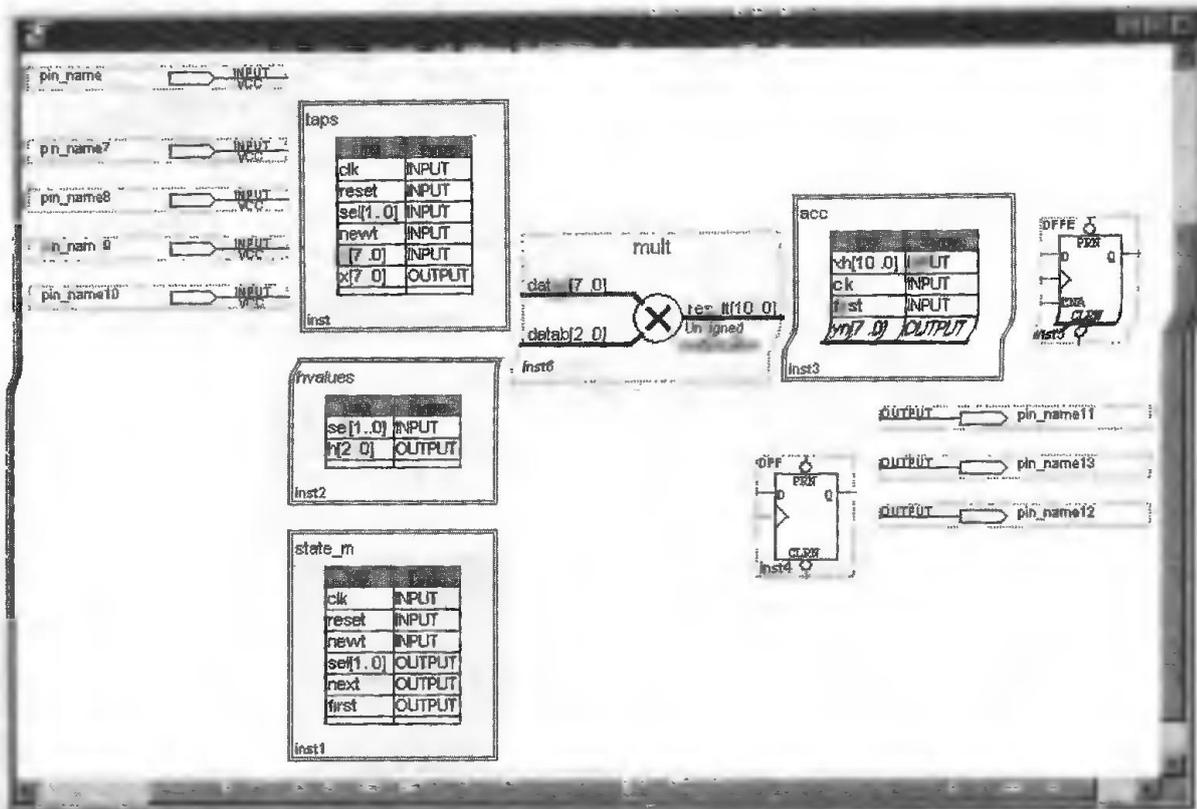

Рис. 3.19
6. Повторите действия 1–5 для создания и расположения обозначений трех выходов (Output) в правой части рабочего поля (рис. 3.19).